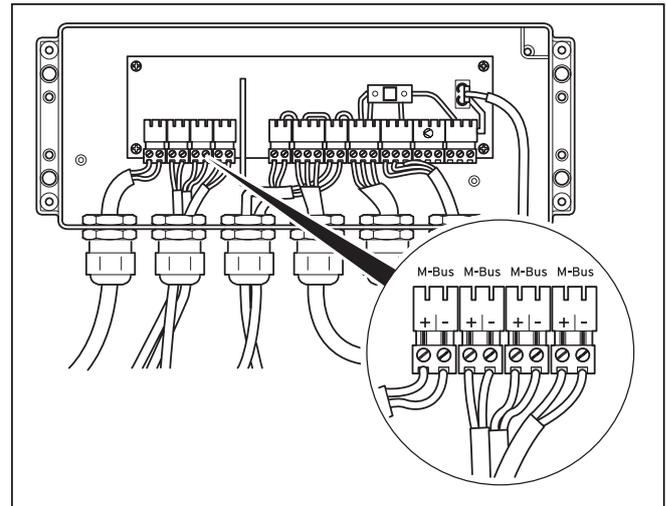

Abb. 5.13 Anschluss der M-BUS-Komponenten
- Verlegen Sie die Zuleitungen der M-Bus-Komponenten zur Anschlussebene in der Verdrahtungsbox wie in Abb. 5.8 und Abb. 5.13 gezeigt.